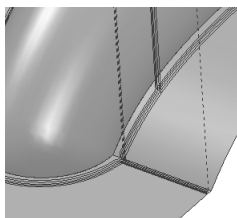
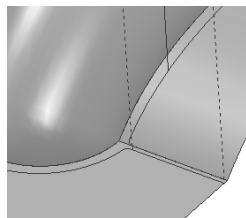

图 4-141 设置最大刀具路径数为 5 的情况
图 4-142 设置最大刀具路径数为 1 的情况
(4) 残留高度 这是一个定义清角加工表面粗糙度的选项。设置残留高度值后，系统根据所使用的刀具直径自动计算出行程来。
(5) 最大路径 这是一个可选项，当勾选其前面的复选框时，激活该功能。用于指定计算出多少条清角刀具路径。图 4-141 所示为设置最大刀具路径数为 5 的情况，图 4-142 所示为设置最大刀具路径数为 1 的情况。